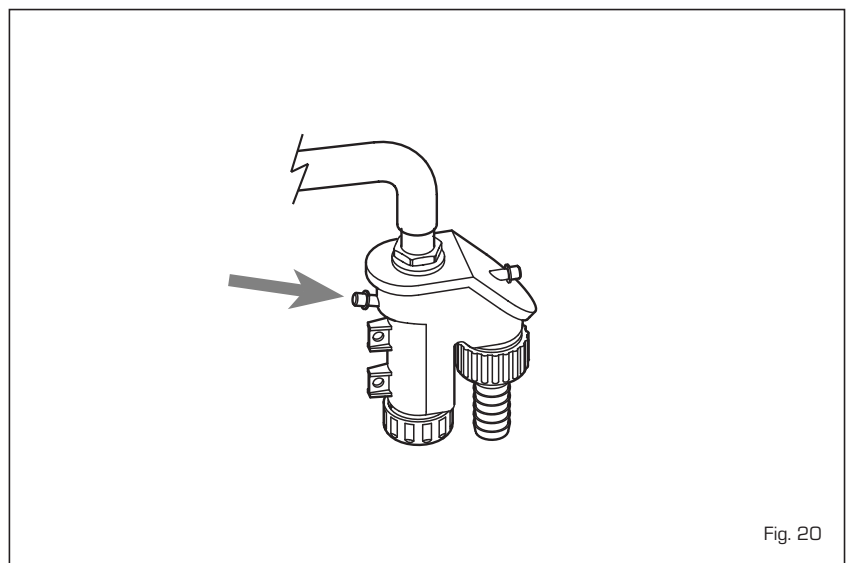

Fig. 20
4.5 MANTENIMIENTO (fig. 20)
El eventual llenado se efectúa con la boca correspondiente (fig. 20).